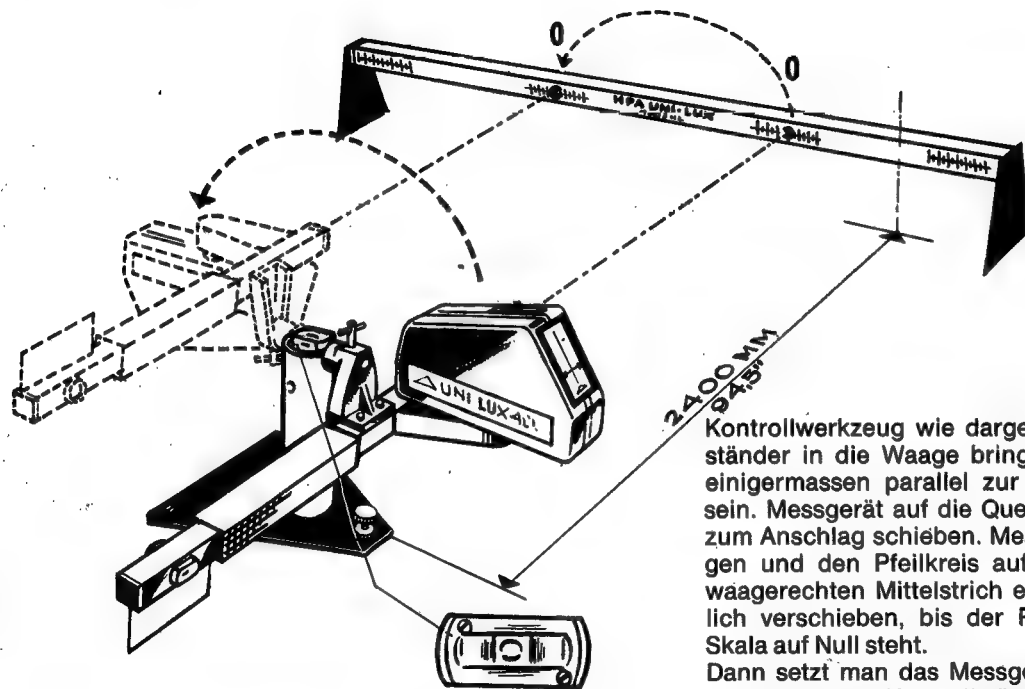

Abb. 38
5. Messgerät auf der anderen Seite des Ständers befestigen (vergl. Abb. 38). Der Lichtpfeil muss jetzt wieder auf Null stehen, sonst nochmals justieren. Das zweite Messgerät wird genauso nachkontrolliert.